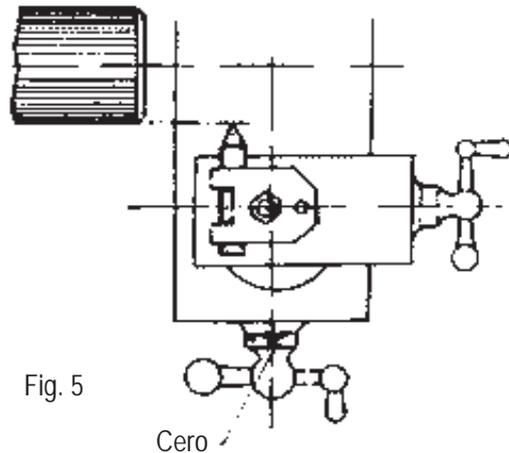

Fig. 5
- c) Verifique si el carro porta-herramienta esta en posición paralela al eje de la pieza (Fig.5).
- c) Desplace la herramienta fuera del material y coloque a cero el tambor graduado del carro transversal , lo mismo que el tambor del carro porta herramientas (Fig. 5)